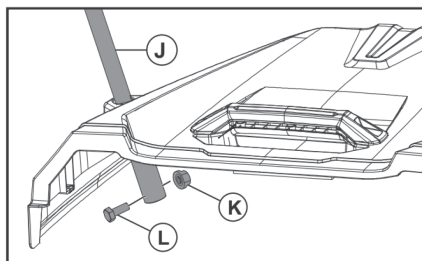

Рис. 18.
Рычаг подъема для поворота травосборника при опорожнении (J) вставьте в отверстие верхней части травосборника и установите снизу болт (L) и гайку (K). Рис. 18.